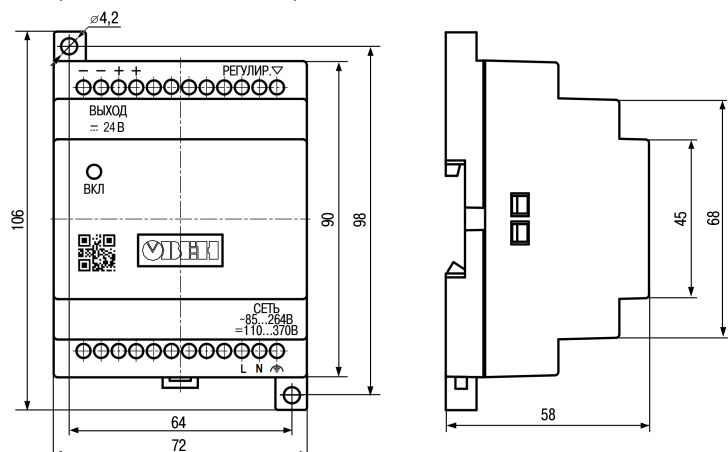

Рисунок 5 – Внешний вид, габаритные и установочные размеры прибора
1. Убедиться в наличии свободного пространства для подключения прибора и прокладки проводов (см. *рисунок 5*). Подготовить место на DIN-рейке.
1. Убедиться в наличии свободного пространства для подключения прибора и прокладки проводов (см. рисунок 5).